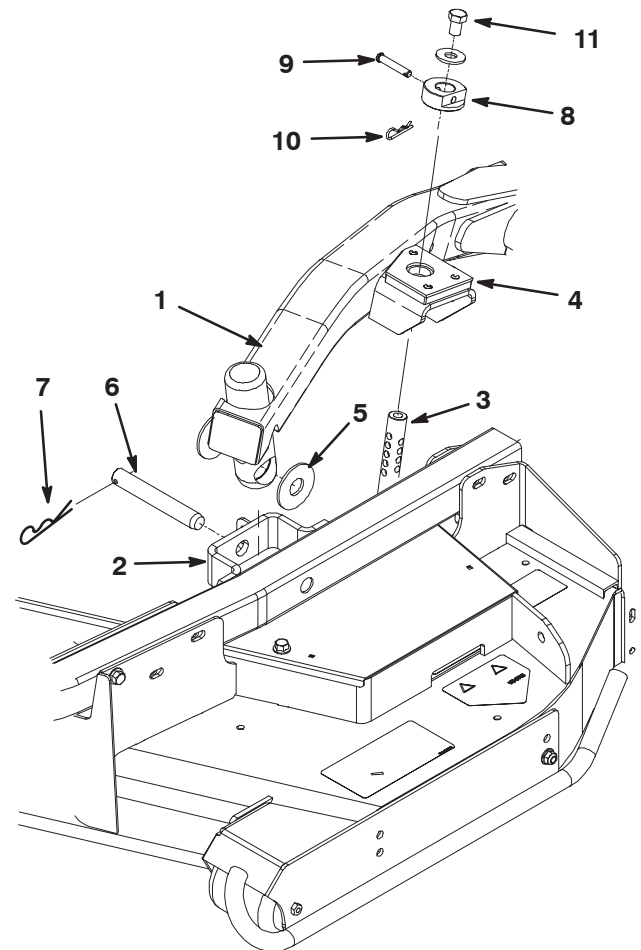

Bild 2
1. Nehmen Sie die Kopfschraube und die Scheibe ab, die oben an jeder Schnitthöhenstange befestigt ist (Bild 2).
2. Nehmen Sie den Splint und den Lastösenbolzen ab, mit denen der Schnitthöhenstellring hinten am Mähwerk an der Schnitthöhenstange befestigt ist (Bild 2). Nehmen Sie den Schnitthöhenstellring ab.
3. Nehmen Sie die Splints und Lastösenbolzen ab, mit denen die Hubarme an den Halterungen der Laufradarme befestigt sind (Bild 2).